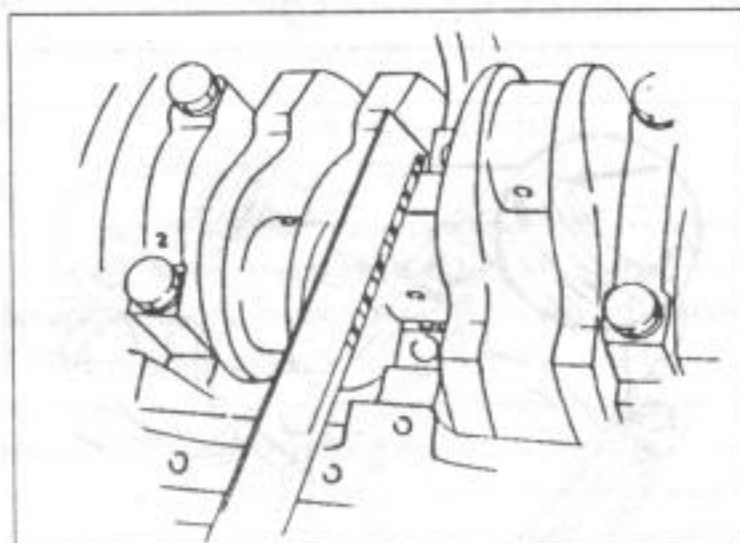

Рис. 98.
- теперь замерять с помощью шаблона, поставляемого в комплекте с набором "Plastigage", самое широкое место полоски прижатого куска провода (рис. 98). Если этот номер у главного и шатунного подшипников не находится внутри предельных раз-